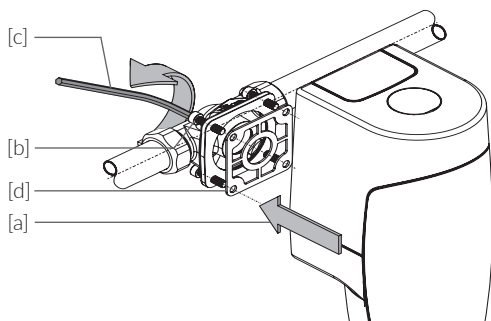

Abb. 6.3
- ⚠ Es ist zu beachten, dass die Hauptachse senkrecht ausgerichtet ist (Abb. 6.3). Die Installation darf nur von geeignetem Fachpersonal durchgeführt werden.